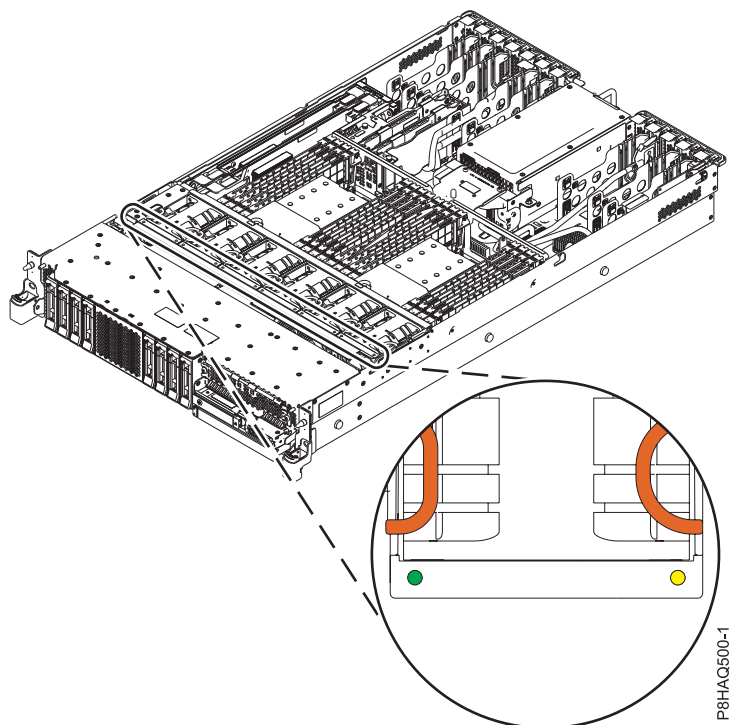

Figura 1. Indicadores LED del receptáculo del ventilador para los dispositivos de circulación del aire
- Los dispositivos de circulación del aire (AMD) deben estar instalados en las seis posiciones. Cada una de las seis unidades AMD tiene un LED verde y un LED ámbar, como se muestra en la Figura 1 en la página 3. El LED verde estará **encendido** para los seis ventiladores, pero el ventilador anómalo tendrá encendido el LED de error ámbar.
Cada una de las cuatro unidades AMD tiene un LED verde y un LED ámbar, como se muestra en la Figura 1. El LED verde estará **encendido** para los cuatro ventiladores, pero el ventilador anómalo tendrá encendido el LED de error ámbar.